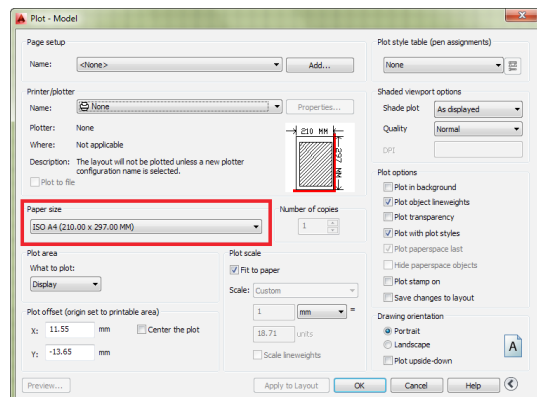

Рис. 126 Выбор формата бумаги
- **Paper size (Формат листа).** В этом разделе можно выбрать формат листа для печати (Рис. 126).